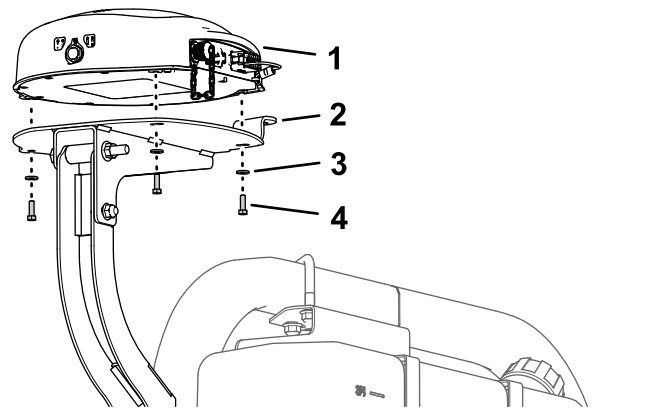

Figura 155
1. Alinhe os três roscados na base do recetor de navegação com os três orifícios na montagem do recetor (Figura 155).
2. Monte o recetor na montagem (Figura 155) com os três parafusos com cabeça sextavada (5 x 16 mm) e as três anilhas (5 mm).